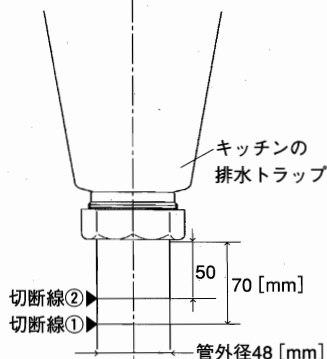

図10
- ・キッチンの排水トラップ\* ) に『通気番ち』を取付けます。(図10)
- 2) 金ノコ等を用いて、70 [mm]、50 [mm] の切断線①、②に沿って、切断してください。(図10)